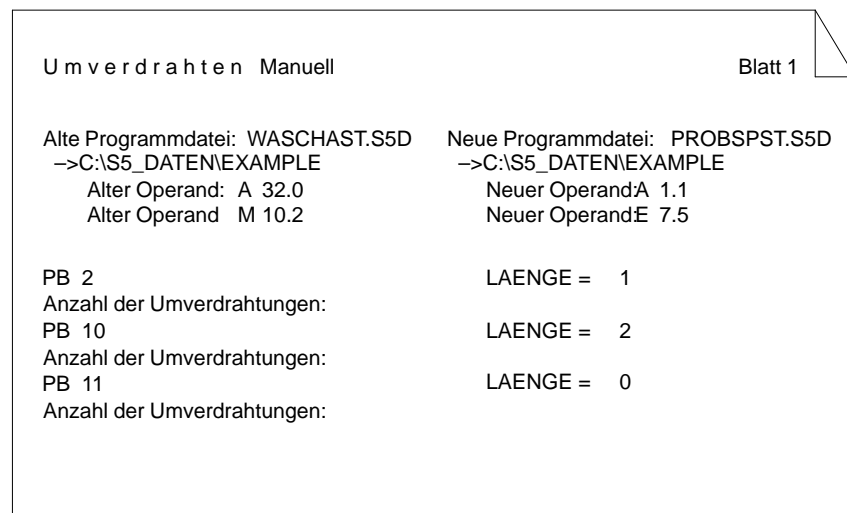

Bild 17-4 Drucker-Protokoll nach manuellem umverdrahten (Beispiel)
STEP 5 führt jetzt die Umbenennungen durch und gibt den Namen des bearbeiteten Bausteins im Protokoll *Umverdrahten manuell* aus (Bild 17-4).